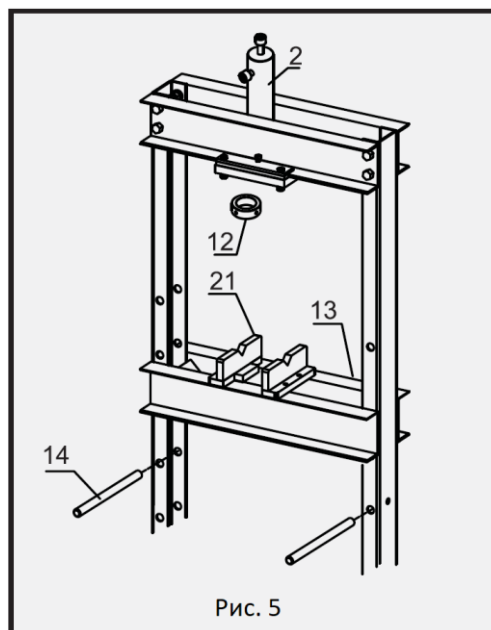

Рис. 5
6. Прикрепите плунжер (2), используя большую гайку (12). Вставьте опорные штифты (14) в отверстия в стойках рамы. Наклоните стол пресса (13) так, чтобы рельсы стола пресса стояли на стойках рамы, затем опустите на место вниз на стойки рамы, чтобы стол пресса опирался на опорные штифты. Затем поместите оправки (21) на стол пресса. Смотрите рисунок 5.
7. Прикрепите опорную плиту насоса (27) с помощью болтов (22), шайб (23) и гаек (24). Затем прикрепите насос (28) с помощью болтов (25) и шайб (26). Смотрите рисунок 5.